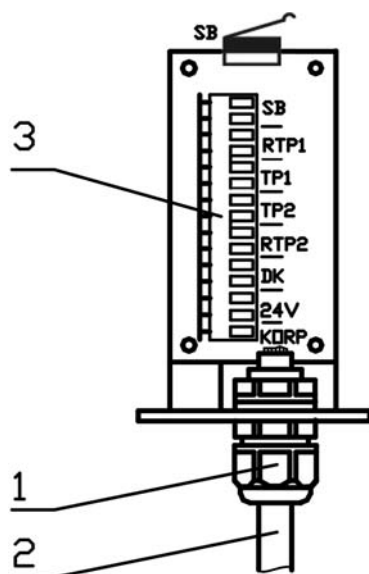
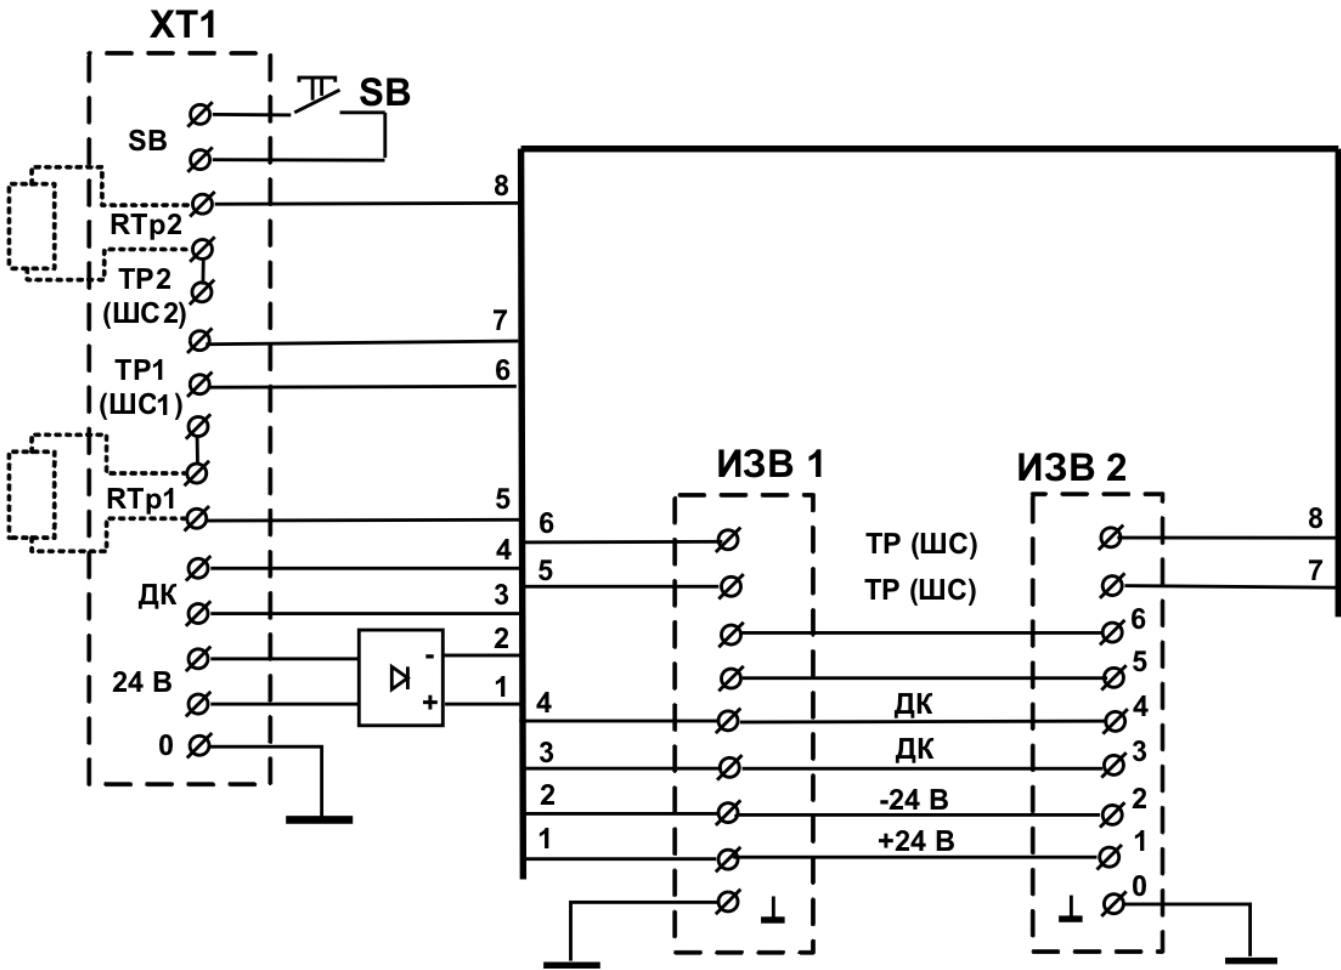

Рис.10.7
Рис.10.9
10.3.12 Выкрутить на несколько оборотов зажимную гайку 1 (рис. 10.7) до освобождения отверстия кабельного ввода.
10.3.14 С помощью зажимной гайки 1 (рис. 10.7) надежно зафиксировать кабель 2.
ложенным на обратной стороне шасси (см. рис. 10.7, рис. 10.9). В зажимы «RTP1» и «RTP2» установить контрольные резисторы. Пары контрольных проводов от ППК подключить к зажимам «TP1» и «TP2» (ШС1 и ШС2). В случае контроля цепи ТРЕВОГА на зажимах TP1(2) БПУ без внешнего резистора (перемычка в зажимах RTP), необходимо ограничить ток значением не превышающим 100 мА (ограничитель тока можно установить вместо перемычки в зажимах RTP). Можно объединить «тревожный сигнал» кнопки «SB» вскрытия крышки БПУ с одним из «тревожных сигналов», например TP1, для чего подключить соответствующую пару контрольных проводов от ППК к двум зажимам «TP1» и «SB», а между другими зажимами «TP1» и «SB» установить электропроводную перемычку. Пару проводов «24 В» от блока питания подключить к двум зажимам «24В». Пару проводов «ДК» от кнопки или реле дистанционного контроля подключить к двум зажимам «ДК».